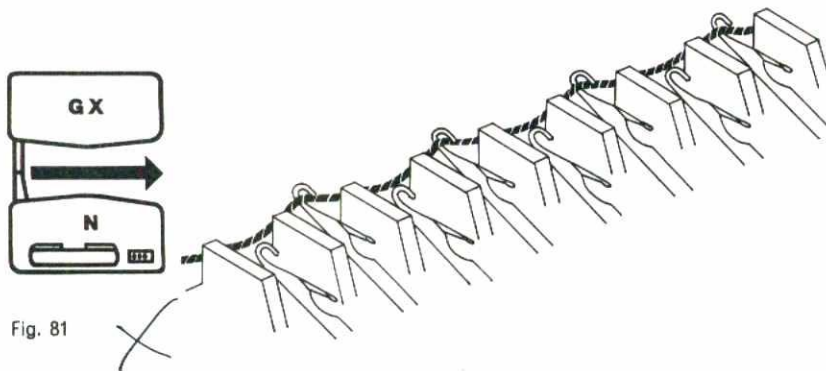

Fig. 81
2. Gang: die fehlenden Nadeln in Arbeit vor, Fig. 81, Schloss nach rechts.